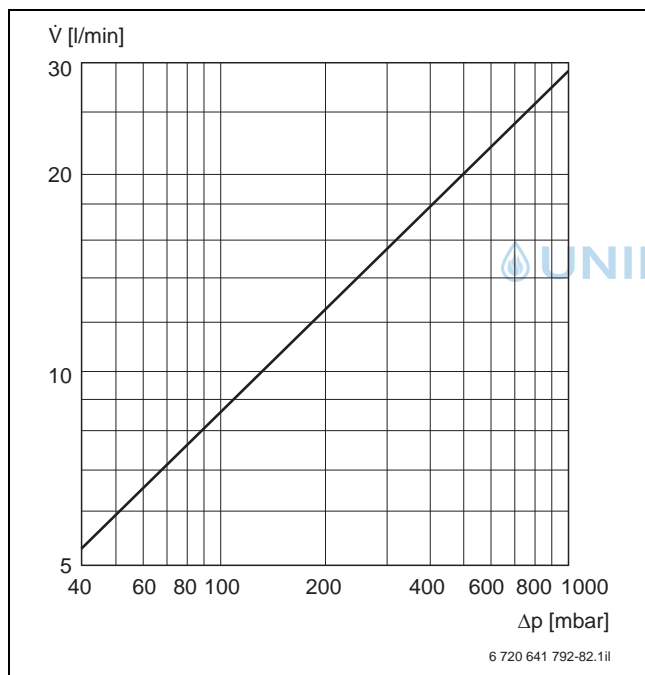

Bild 68 Druckverlust thermostatischer Warmwassermischer R ¾ bei 80 °C Warmwassertemperatur, 60 °C Mischwassertemperatur und 10 °C Kaltwassertemperatur
- ▶ Diagramm in Bild 68 berücksichtigen.